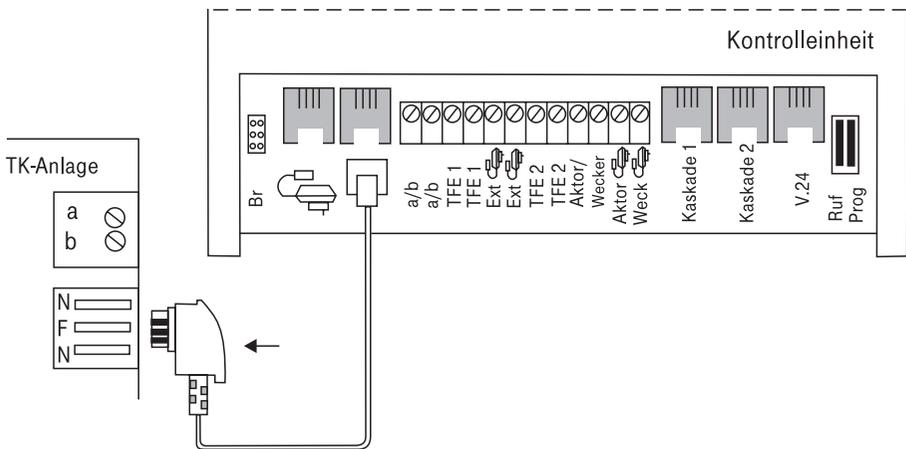

Abb. 5
Die Telefonanschluss-Schnur in Telekom-Ausführung (Belegung: a/b = 2/5) AS TAE-TSV, 3 m, 6 m oder 10 m (erhältlich in allen T-Punkten oder T-Versand), wird als Verbindung zwischen TK-Anlage und Kontrolleinheit verwendet. Dabei wird der TAE-Stecker in die TAE-Buchse (F) der TK-Anlage und der TSV-Stecker in die Buchse (La, Lb) der Kontrolleinheit gesteckt (siehe Abb. 5).